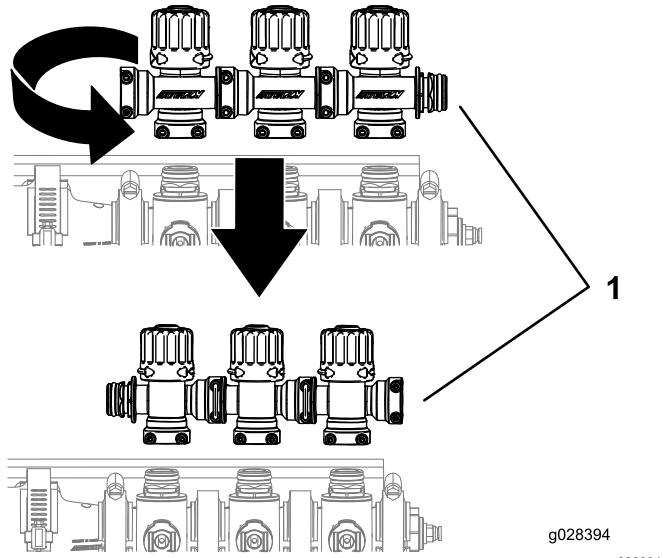

图 15
5. 将喷洒臂旁通阀门组旋转 180° 如 图 15 所示。